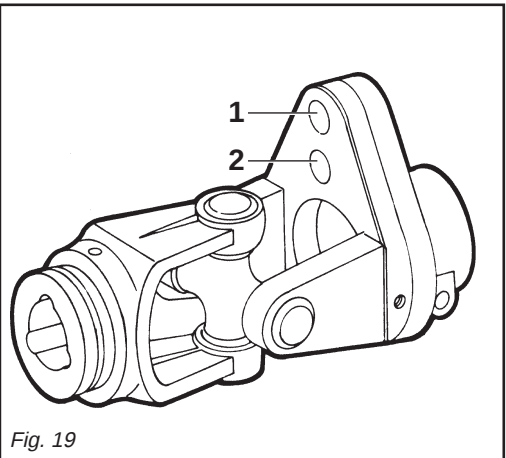

Fig. 19
Se tale bullone è inserito nel foro (2 Fig. 19) e si trancia ripetutamente, è consigliabile montarlo nel foro (1 Fig. 19).
*If the bolt, inserted in hole (2 Fig. 19), shears repeatedly, then we recommend inserting it in the hole (1 Fig. 19).*
Wenn diese Mutterschraube in Öffnung (2 Fig. 19) eingefügt ist und sich wiederholt durchtrennt, raten wir sie in Öffnung (1 Fig. 19) zu montieren.
*Si ce boulon est introduit dans le trou (2 Fig. 19) et se casse maintes fois, on conseille de le monter dans le trou (1 Fig. 19).*
Si el perno está introducido en el agujero (2 Fig. 19) y se tronchara muchas veces, se aconseja montarlo en el agujero (1 Fig. 19).